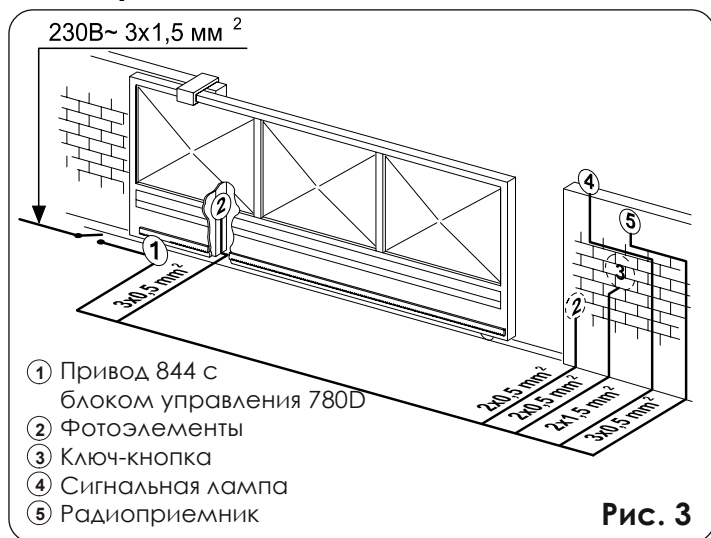

Рис. 3
2. Расположите пульте *master TX* напротив кодируемого пульта (*master* или *slave*), как показано на рис. 3.
- Проложите электрические кабели для присоединения аксессуаров и питания привода, как показано на рис.3.